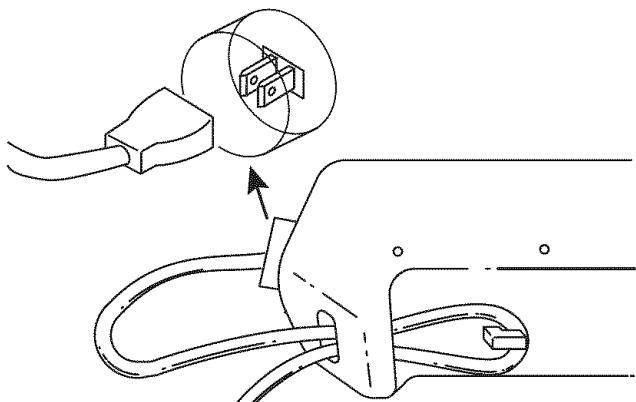

Fig. 9
1. Use el gancho del cable cuando conecte el cable de extensión para evitar la desconexión (Fig. 9). Use sólo un cable de extensión aprobado para usar en exteriores según se especifica en la sección de NORMAS DE SEGURIDAD.